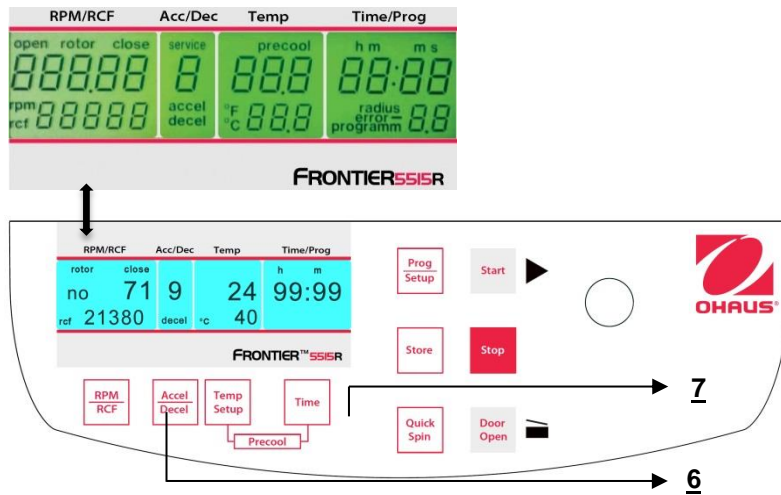

Abbildung. 30
Während die Zentrifuge ausgeschaltet ist, drücken Sie gleichzeitig die Tasten **"Time"**(6) und **"Door Open"** (7) und schalten Sie die Zentrifuge am Hauptschalter ein. Lassen Sie nun beide Tasten los und als ein Ergebnis hiervon wird ein Anzeigetest von ungefähr 5 Sekunden durchgeführt. Alle Indikatoren werden gleichzeitig erscheinen (siehe Abbildung 30).